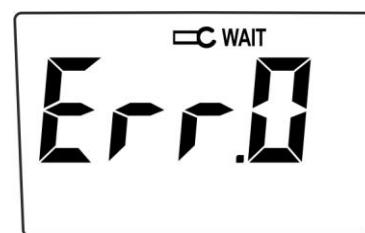

Fig. 4
3. En el caso en el que durante el proceso de calibración se abra el toroidal, la indicación “**Err.0**” se muestra en el visualizador (ver la Fig. 4). Cuando el toroidal se vuelve a cerrar el proceso de calibración reinicia de forma automática.